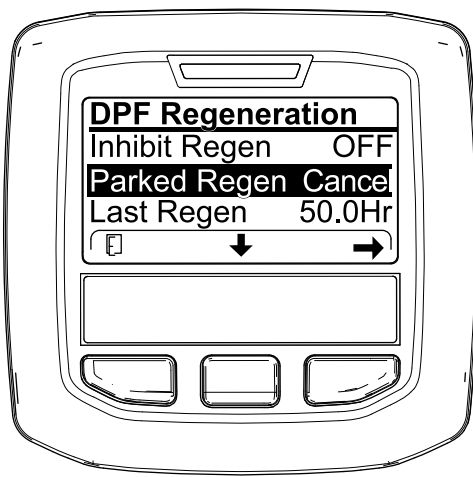
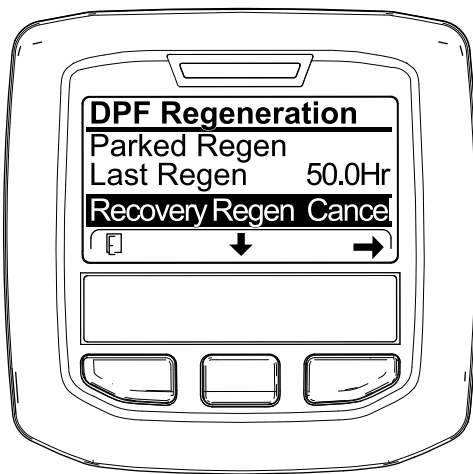

Figura 58
Figura 59
1. Acceda al menú DPF Regeneration (Regeneración de DPF) (Figura 58).
2. Pulse el botón central para desplazarse hacia abajo, hasta la opción PARKED REGEN CANCEL (Cancelación de regeneración con máquina aparcada) (Figura 58) o la opción RECOVERY REGEN CANCEL (Cancelación de regeneración de recuperación) (Figura 59).
3. Pulse el botón derecho para seleccionar la opción Regen Cancel (Cancelación de regeneración) (Figura 58 o Figura 59).